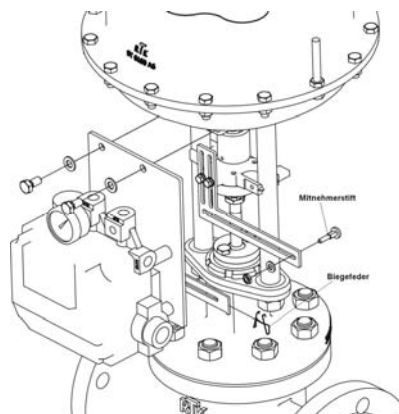

Figure 5
12. Monter la plaque de support avec le SR 1000 L utilisant deux vis à tête hexagonale (Allen) M8x16 sur la bride de raccordement. Voir Figure 5
14. Monter la cheville d'entraînement sur le rail de guidage, mais ne serrez pas encore l'écrou M5. La cheville d'entraînement sera pressée par le ressort de flexion sur le bord du trou oblong dans le bras de levage. Il en résulte ainsi un mouvement sans jeu. Voir Figure 5